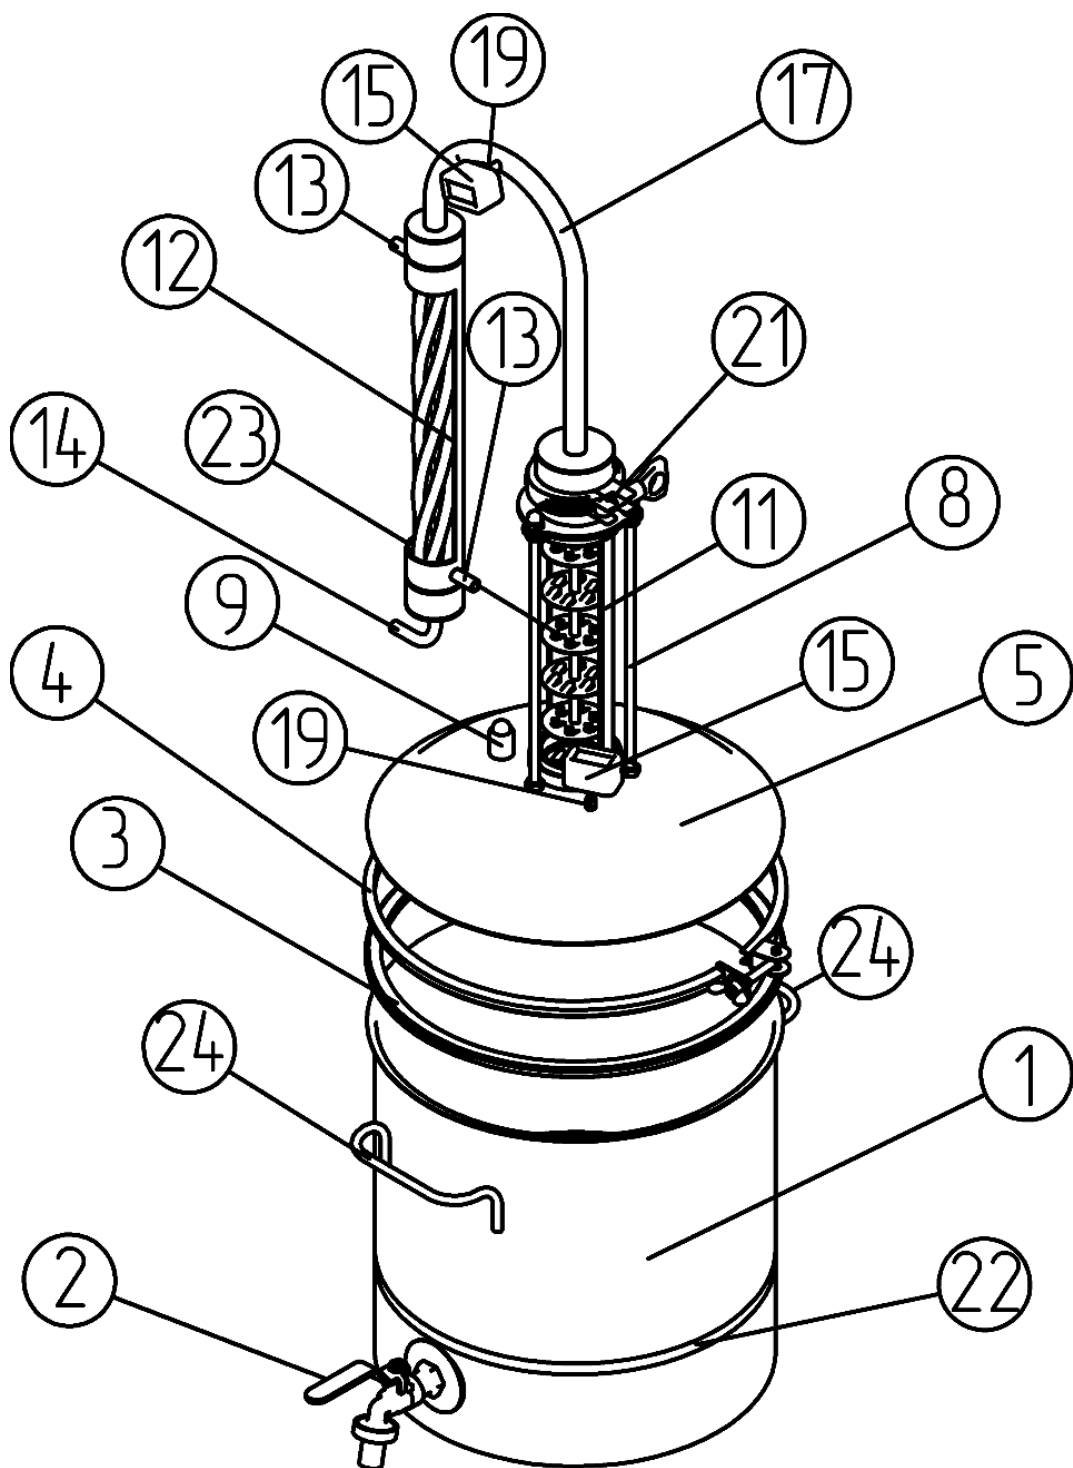

Рисунок 1 — Составные части и внешний вид аппарата
3. Отделите крышку от бака и произведите отдельно сборку каждого из компонентов (см. Рисунок 1)